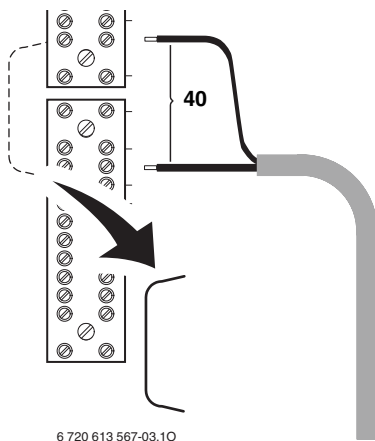

Fig. 18 Collegamento sulla caldaia – Rimuovere il ponticello!
- Collegare il cavo in base a Fig. 18 (rimuovere il ponticello).